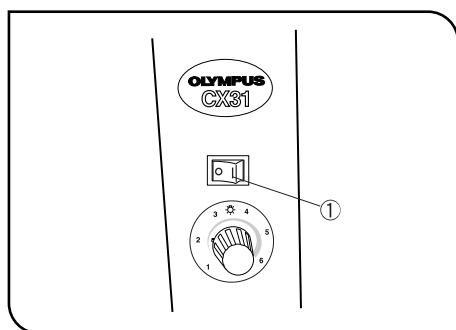

Abb. 4
2 Anschließen des Netzkabels (Abb. 4–6)
▲ Vor dem Anschließen des Netzkabels darauf achten, dass der Hauptschalter ① ausgeschaltet ist („O“). (Abb. 4)